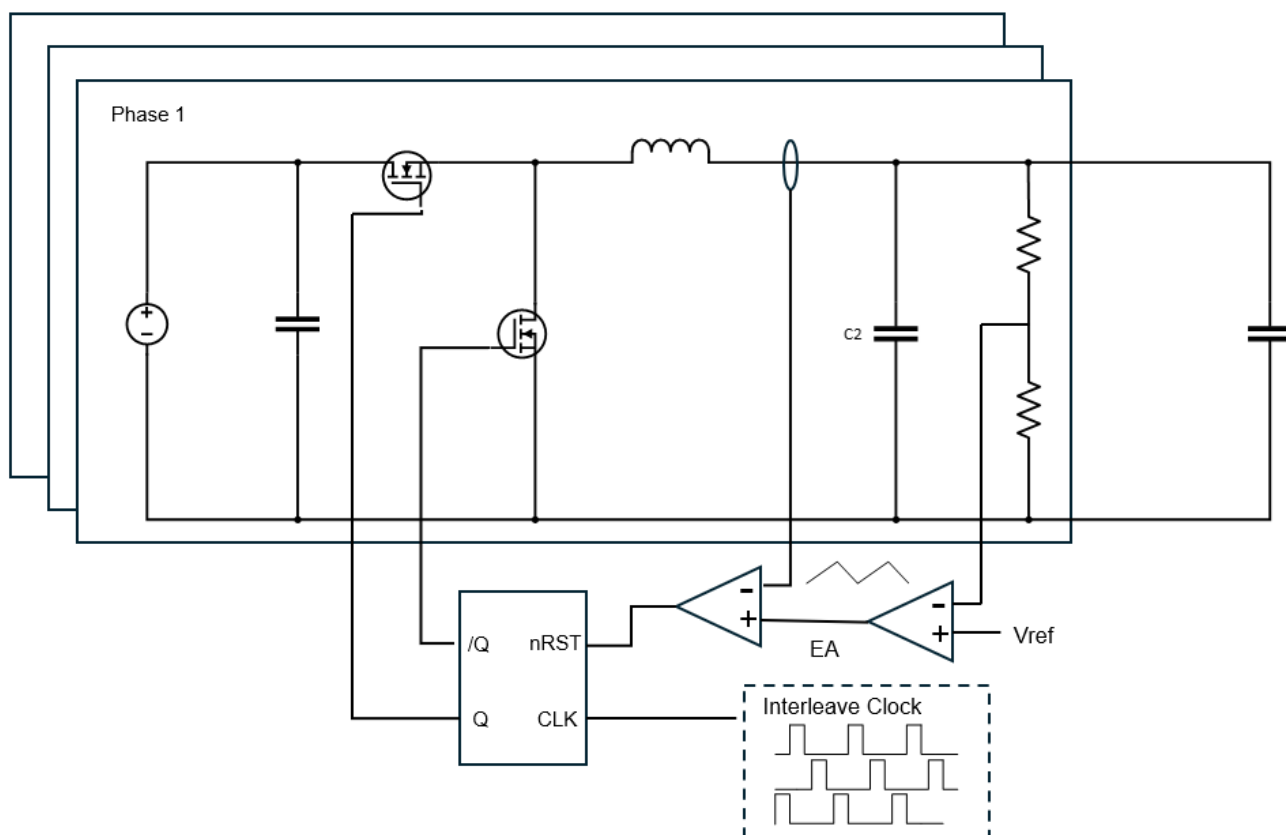

図 2-1. ピーク電流モード降圧の図
本書では、降圧コンバータトポロジに基づく TPLD アプリケーションについて説明します。図 2-1 に示すように、このアーキテクチャはピーク電流モード (PCM) 制御を利用し、1 次 (単極) システムに対する制御から出力への小信号伝達関数を低減します。これにより、ループ補償ネットワークの設計が大幅に簡素化され、負荷過渡応答が高速化されます。マルチフェーズ電源アプリケーションでは、インターリーブ技術が広く採用されています。その主な利点は、出力電圧リップルを相殺するために複数の位相にわたってインダクタ電流の位相をシフトし、大電流シナリオで必要とされる出力キャパシタンスを低減できることです。本書では、DSP 統合のレベルに基づき、次の 3 つの異なる実装方式を紹介します。(1) ホスト DSP が単相ベースの PWM 信号を供給し、TPLD が降圧、ACF、PSFB などのターゲットトポロジまで拡大してサポートする。(2) DSP がクロック信号とエラー信号を供給し、TPLD が完全な PWM 信号生成を処理する。(3) TPLD が、クロック位相シフトと PWM 信号生成の両方を独立して管理する。